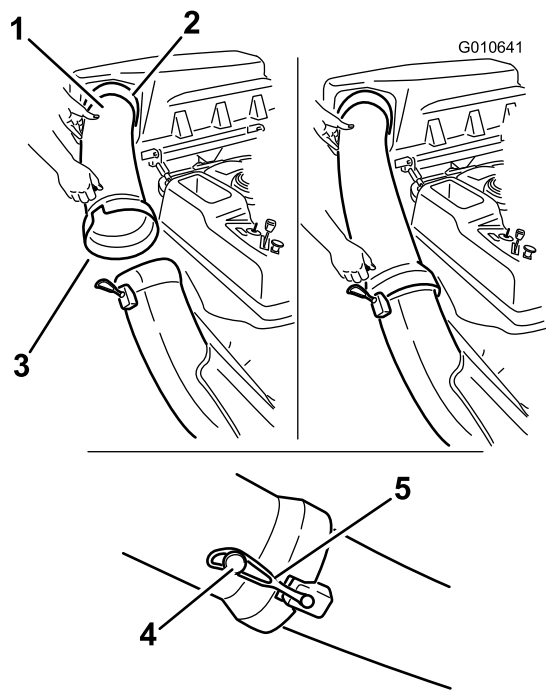

図 21
1. 排出チューブの湾曲した方の端部をバガートップの開口部に差し込む図 21。
- 排出チューブの広口側端部をシュートに接続する。シュートに付いているゴム製のストラップを排出チューブのペグに止めて固定する 図 21。